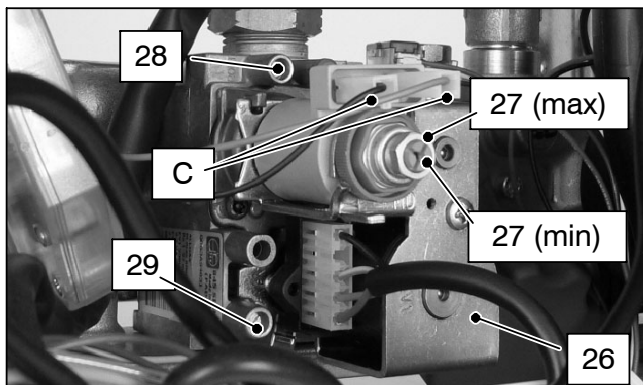

fig. 7.3
Dopo ogni misurazione delle pressioni gas, **richiudere bene** le prese di pressione utilizzate (29 e 28 in fig. 7.3). Dopo ogni operazione di regolazione gas **gli organi di regolazione della valvola devono essere sigillati**.
- 2 A caldaia spenta (fuori servizio), controllare la pressione di alimentazione utilizzando la presa 29 in fig. 7.3 e confrontare il valore letto con quelli riportati nella tabella **Pressioni di alimentazione gas** a pag. 11, 13
- 4 Aprire la presa di pressione 28 in fig. 7.3 e collegare un manometro.
Per tarare la pressione al bruciatore agire sul dado esagonale grande in ottone dell'operatore modulante 27 *max* in fig. 7.3 (ruotando in senso orario la pressione aumenta).
- 9 Sconnettere il filo di alimentazione "C" dell'operatore modulante 27. Fare attenzione che non vada a toccare le parti metalliche della caldaia fig. 7.3
Per tarare la pressione al bruciatore agire sulla vite in plastica (27 *min* in fig. 7.3) tenendo fermo il dado esagonale in ottone grande (27 *max* in fig. 7.3) dell'operatore modulante (ruotando in senso orario la pressione aumenta).
- 11 Collegare il filo di alimentazione "C" dell'operatore modulante fig. 7.3
- 15 **Chiudere la presa di pressione 28** in fig. 7.3